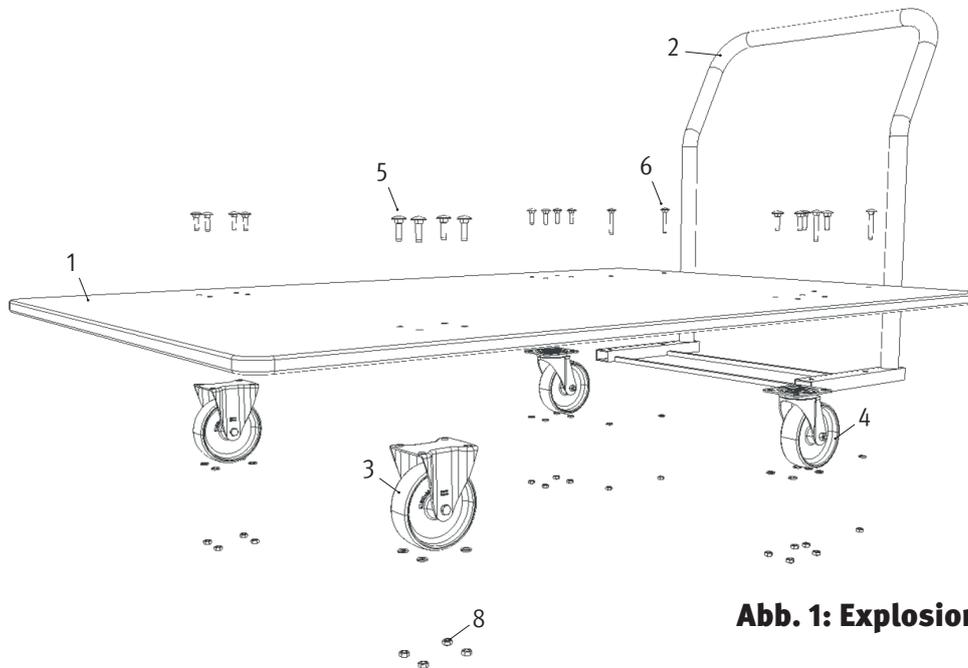

Abb. 1: Explosionsdarstellung
Hinweis: Achten Sie darauf, die Lenkrollen wie in Abb. 1 zu sehen auf der Seite des Bügels (2) zu montieren.